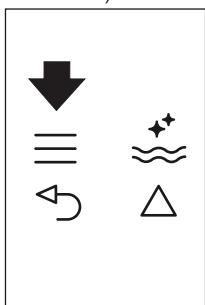
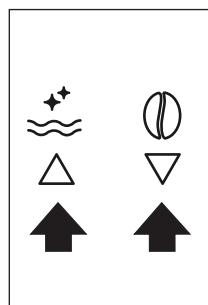

Fig. 22
Fig. 9
- Prima o ícone (B2) para aceder ao menu (Fig. 22). Prima os ícones (B7) e (B8) (Fig. 9) até aparecer "PROGRAM COFFEE" (PROGRAMAR CAFÉ).